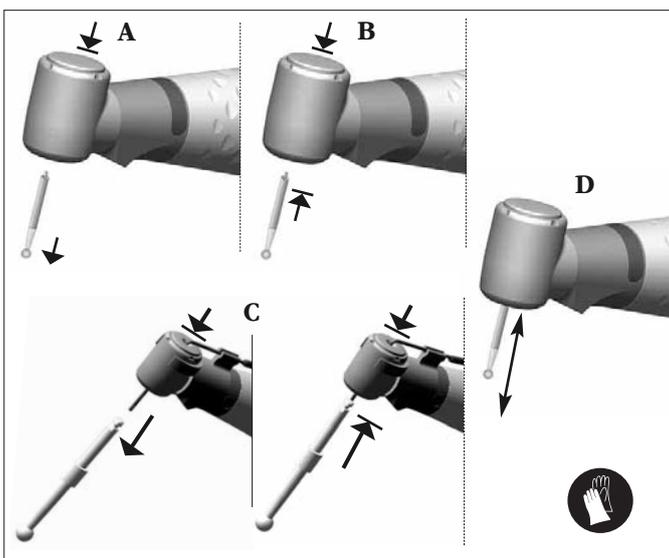

fig. 2
Si el sistema de irrigación Kirschner/ Meyer es utilizado, es recomendado de dejar el tubo de refrigeración en la cabeza para cambiar el útil **fig. 2**.
- Desconecte el instrumento del motor de accionamiento y retire la fresa, como indica la fig. 2.